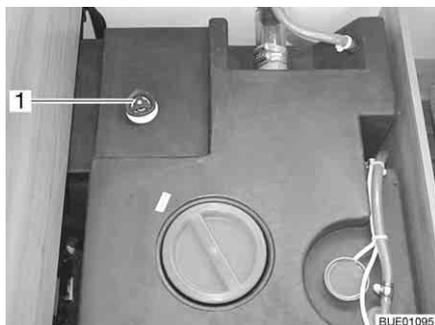

Fig. 201 Serbatoio dell'acqua con maniglia girevole
- Sul serbatoio dell'acqua, ruotare la maniglia girevole (Fig. 201,1) in senso orario fino all'arresto.
- Sul serbatoio dell'acqua, ruotare la maniglia girevole (Fig. 201,1) in senso antiorario fino all'arresto. L'acqua fuoriesce fino a 60 litri.